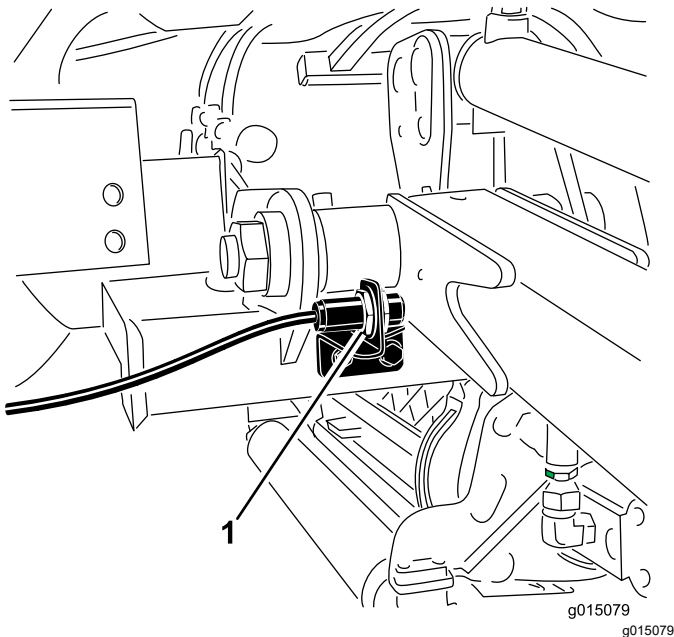

Bild 72
2. Der Hubarmschalter befindet sich hinter dem rechten vorderen Hubarm (Bild 72).
3. Lösen Sie die Befestigungsschrauben des Schalters (Bild 72) und schieben den Schalter nach oben, um die Wendehöhe des Hubarms zu erhöhen, oder schieben Sie den Schalter nach unten, um die Wendehöhe des Hubarms zu verringern.